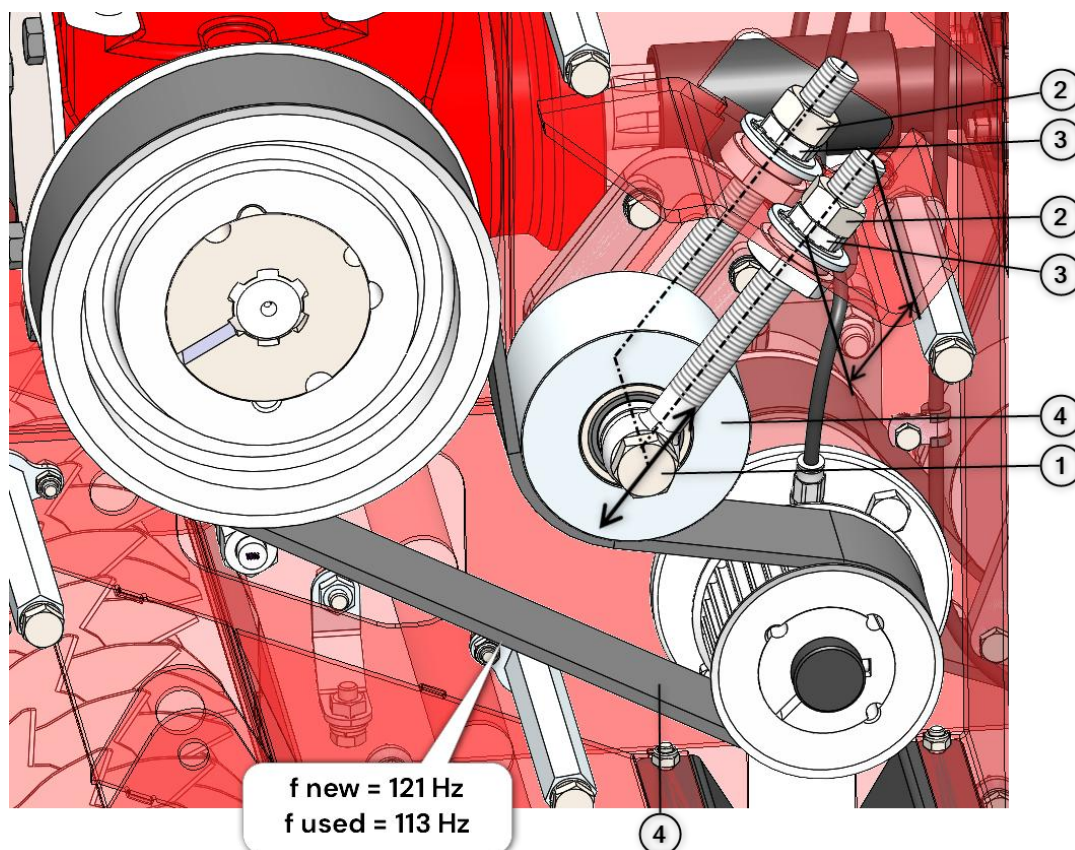

Fig. 24
Tandriem B (4) (SKU 651.501.064) bevindt zich aan de rechter achterzijde en het vervangen en spannen gaat als volgt (zie Fig. 24):
2. Gebruik steeksleutel 24 om de M16 bout (1) van de spanrol een slag los te draaien.
3. Draai de twee borgende moeren (2) los, zover als dat je de spanrol zou willen verplaatsen. Voor het vervangen van de tandriem (4) zal dat wat verder zijn dan voor het op spanning brengen van de tandriem (4).
4. Verstel nu de twee hoogte verstel moeren (3) ongeveer even veel. Je kan dit controleren door de maat te vergelijken met de eerder vastgelegde maat. Zorg ervoor dat de spanrol zoveel mogelijk parallel verplaatst.
5. Zet vervolgens weer de M16 bout (1) een beetje vast en ook de borgende moeren (2).
7. Zie Fig. 24 voor de juiste frequentie voor een nieuwe en bestaande tandriem.
9. Als de juiste frequentie is bereikt  $\pm 3$  Hz kan de M16 bout (1) en de twee borgende moeren (2) met het juiste moment worden vastgezet, zie hoofdstuk 12.7